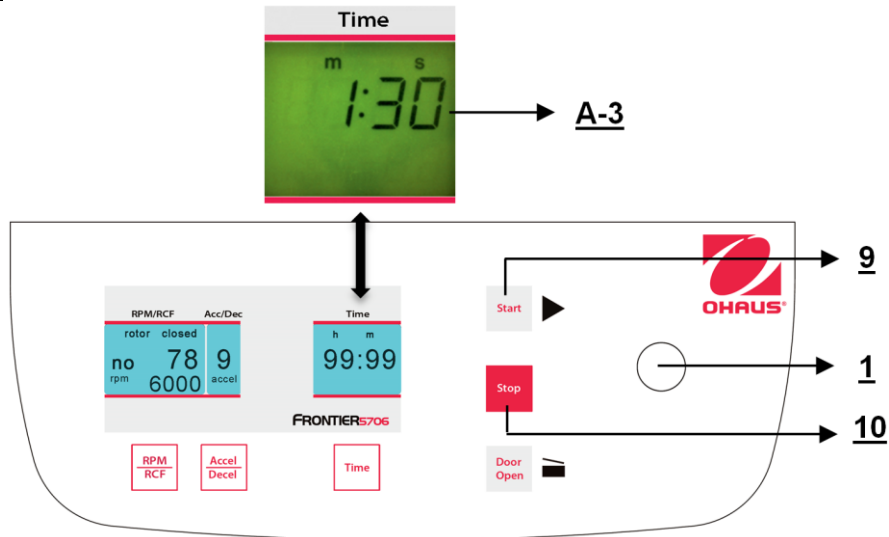

Figure. 22
Pour démarrer la centrifugeuse, s'assurer que le couvercle est fermé et appuyer ensuite sur la touche **"Start"** (9) (voir la figure 22). Avec la touche **"Start"** (9), l'utilisateur peut démarrer la centrifugation avec des paramètres présélectionnés manuellement. Lorsque la durée de fonctionnement présélectionnée est écoulée, la centrifugeuse s'arrêtera alors automatiquement, ou chaque centrifugation peut être interrompue avec la touche **"Stop"** (10).